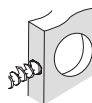

Figura 3b
- Taladre un agujero de 1" (25mm) en el centro del borde de la puerta donde va el pestillo (Figura 3b).